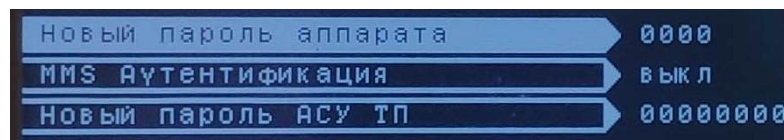

Рисунок 17 – Подраздел «Изменение пароля»
2.3. «Изменение пароля» - подраздел предназначен для изменения ранее установленного пароля (см. рисунок 17).